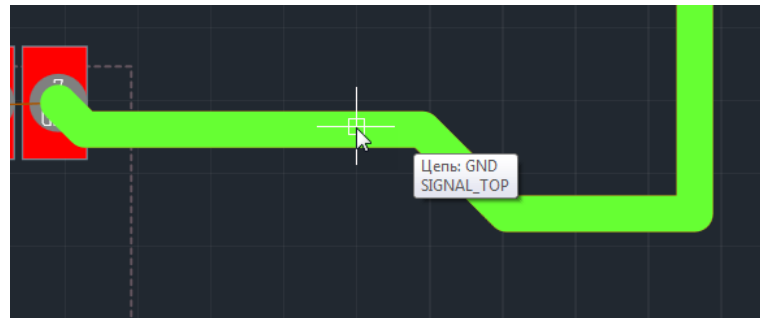

Рис. 194 Подсветка трека под курсором
1. Активировать инструмент «Выбрать» и навести курсор на трек, см. Рис. 194. Трек будет подсвечен, а рядом с курсором отобразится имя цепи.